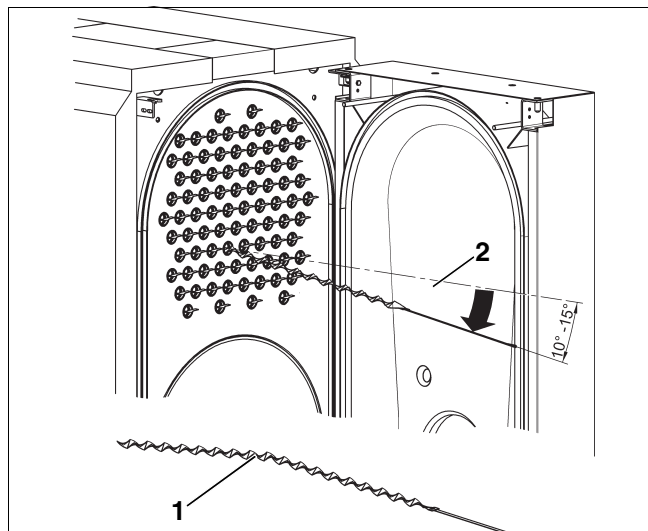

Fig. 29 Montagem dos turbuladores
Os turbuladores devem ser montados com tensão prévia para que não se desloquem sozinhos durante o funcionamento da caldeira. De fábrica, os turbuladores são dobrados para o efeito, conforme se mostra na (fig. 29, **item 1**). Em caso de tensão prévia insuficiente ou na ausência da mesma, introduzir os turbuladores até à metade nos tubos de aquecimento suplementar e dobrá-los manualmente para baixo num ângulo de 10-15° (fig. 29, **item 2**).